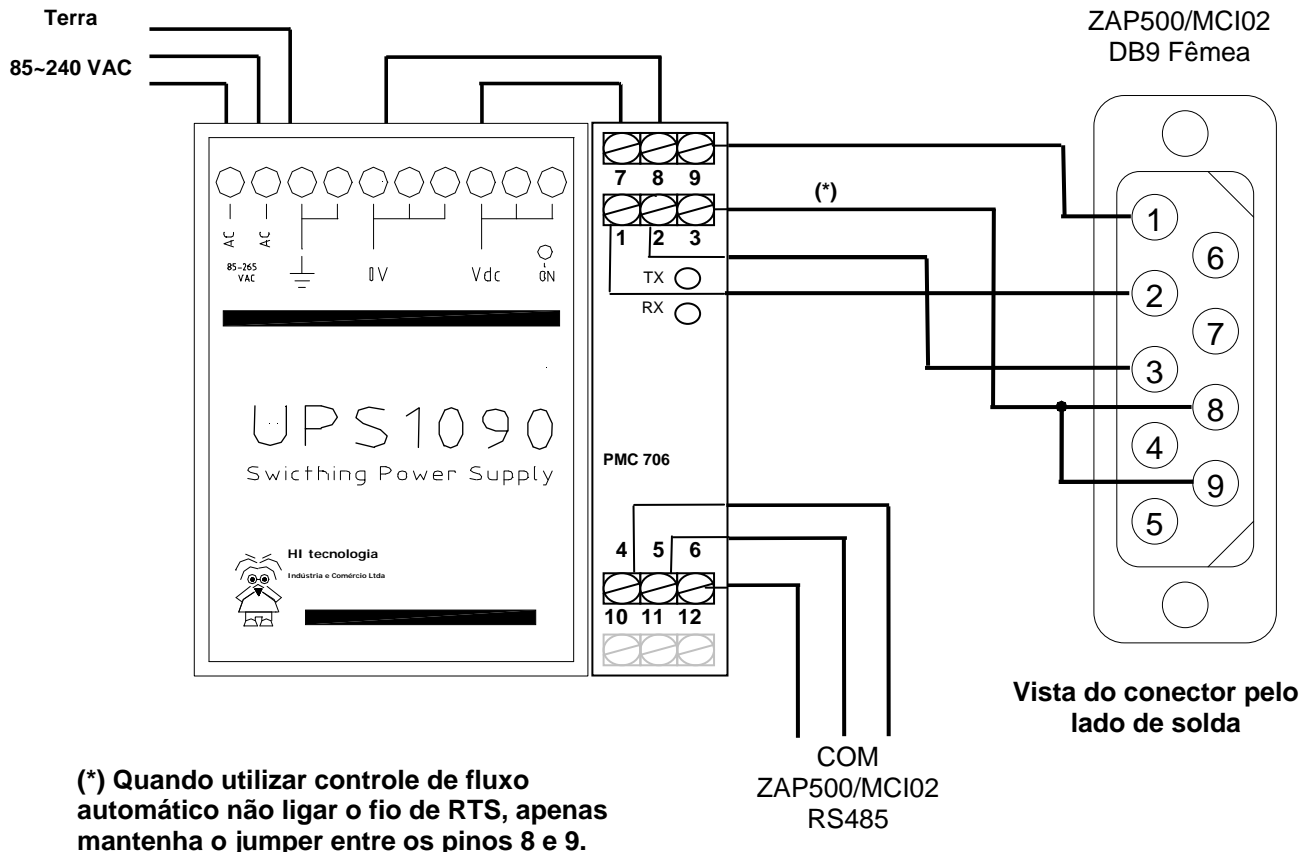

Figura 25: Uso do conversor como isolador galvânico para o ZAP/MCI
Em redes que precisam ter os canais de comunicação dos controladores HI isolados, usa-se o conversor RS232/485 com isolador galvânico, sendo que este deve ser especificado na hora da compra. Veja a figura 25 mostrando o esquema de ligação do cabo de comunicação para ser usado na COM1 do ZAP ou MCI02, para utilizar a COM2 o conversor deve estar configurado com controle de fluxo em automático. Consulte o item 4.5.1. (*Straps* de configuração do conversor PMC706).